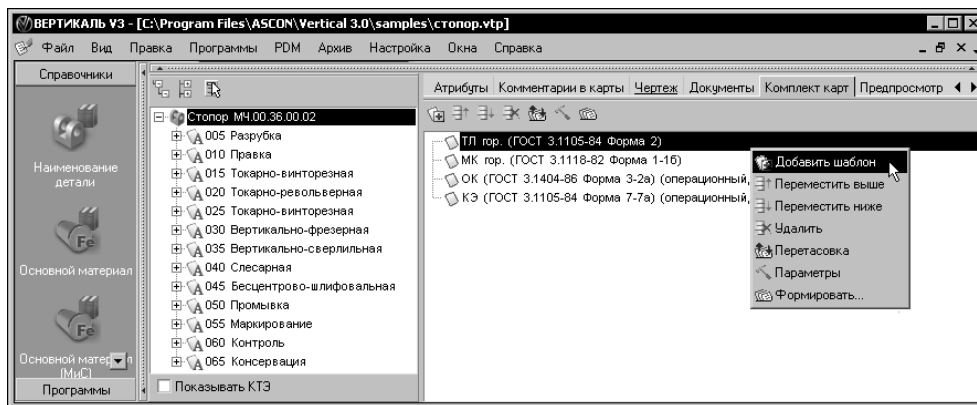
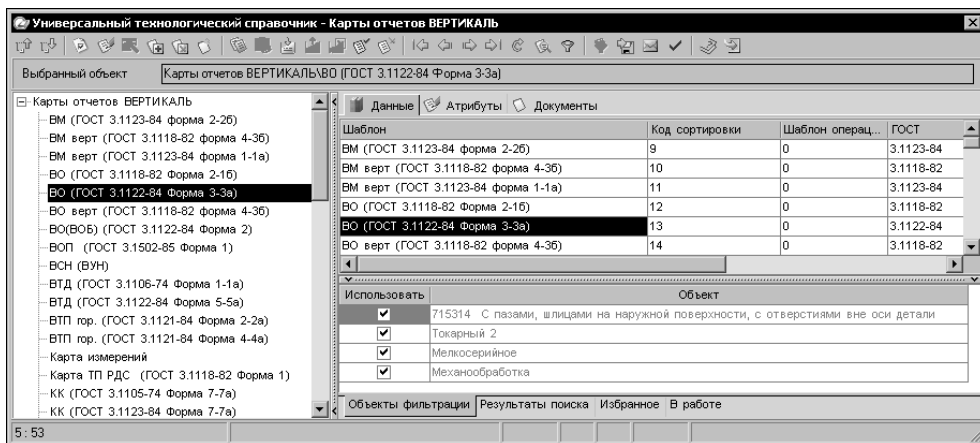

Рис. 12.1. Выбор комплекта карт для последующего формирования
Рис. 12.2. Выбор карт в УТС
Редактирование элементов комплекта карт на данной вкладке может осуществляться как с помощью кнопок инструментальной панели, так и с помощью контекстного меню (рис. 12.1).
После этого автоматически откроется УТС со списком имеющихся в системе шаблонов карт (рис. 12.2). В окне УТС выберите необходимый шаблон и нажмите кнопку **Применить** на инструментальной панели УТС. После этого выбранный шаблон будет добавлен в комплект (см. рис. 12.1). Для выбора в УТС несколько шаблонов за одну операцию необходимо с зажатым клавишей **<Shift>** выделить интересующие шаблоны мышкой.
4. Для перемещения выбранного шаблона вверх или вниз по списку, находящемуся на вкладке **Комплект карт**, воспользуйтесь соответствующими кнопками инструментальной панели данной вкладки или контекстного меню (см. рис. 12.1).
5. Для удаления выбранного шаблона из комплекта нажмите кнопку **Удалить** инструментальной панели вкладки или контекстного меню (см. рис. 12.1).